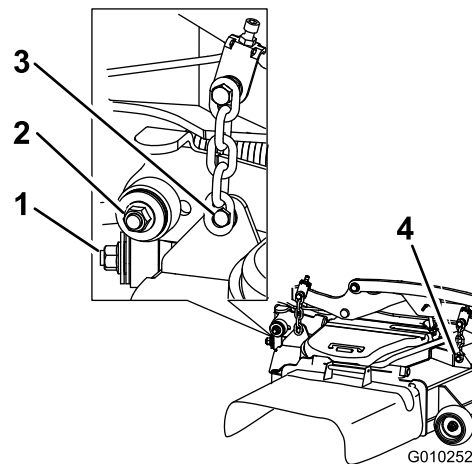

**Figura 104**
7. Retire y guarde los herrajes de ambos lados de la carcasa, según se muestra en Figura 104 o Figura 105.